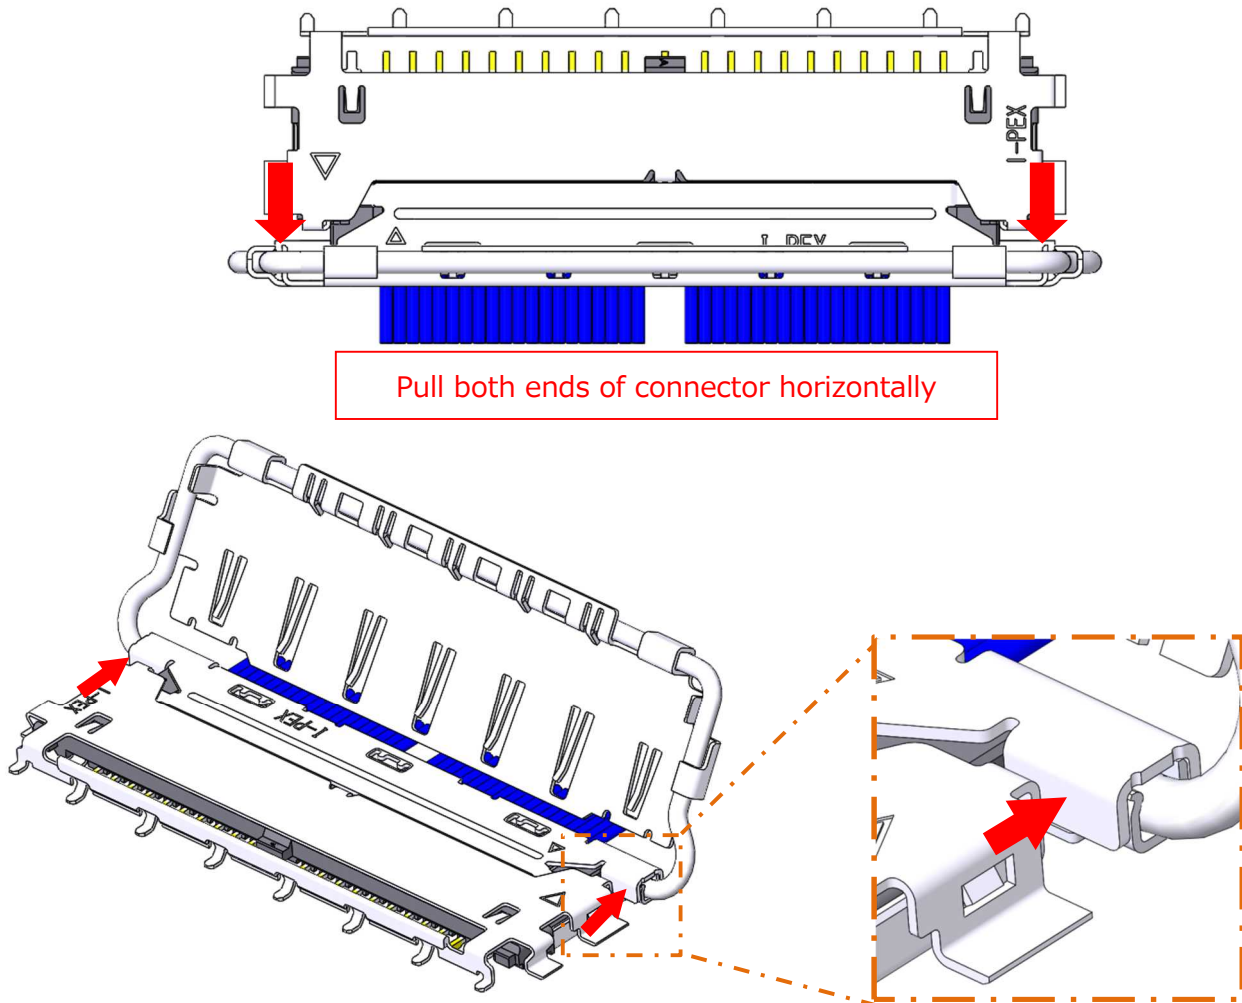

Fig.13
2.2 抜去時は、図 13 に示すように、Plug コネクタの両端を持ち、平行に引き出します。
When withdraw, hold both ends of the plug connector as shown in Fig. 13, and pull it out in parallel.